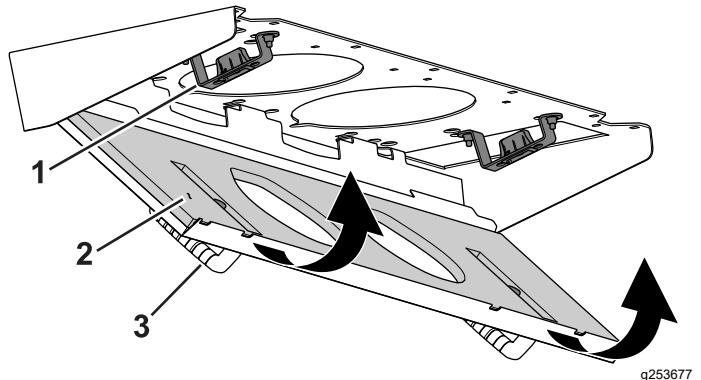

図 119
4. フィルタスクリーンを押し上げてスクリーンのラッチをラッチ取り付けアセンブリにロックする図 119。